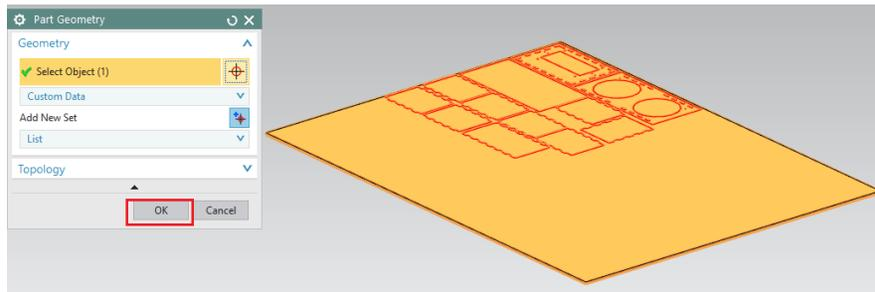

Figura 3.18 Ventana Part Geometry
- En la ventana **Part Geometry** seleccionar la pieza que se generó en los primeros pasos, luego de ello dar *click* en *Ok* (Figura 3.18).